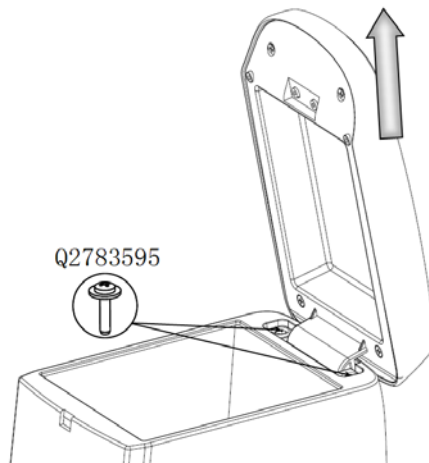

图6-3-4 副仪表板扶手组件的拆卸
(1) 开启扶手组件至直立状态, 用十字螺丝刀依次松开固定扶手组件的两个螺钉 (Q2213516A 十字槽盘头自攻螺钉和大垫圈组合件), 将扶手组件整体取下。如图6-3-4所示;